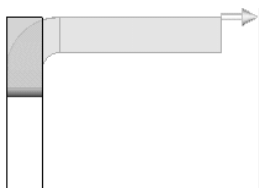
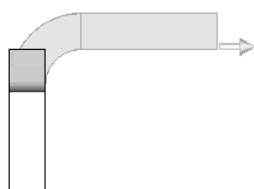
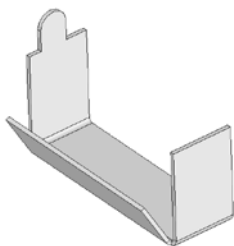

图 7-23 材料在内
图 7-26 虚拟交点中的折弯
图 7-27 生成边线法兰
3) 设定法兰位置。在“法兰位置”中有 5 种选项可供选择,即“材料在内”、“材料在外”、“折弯向外”、“虚拟交点中的折弯”和“与折弯相切”。不同的选项产生的法兰位置不同,如图 7-23~图 7-26 所示。在本实例中,选择“材料在外”选项,生成边线法兰如图 7-27 所示。